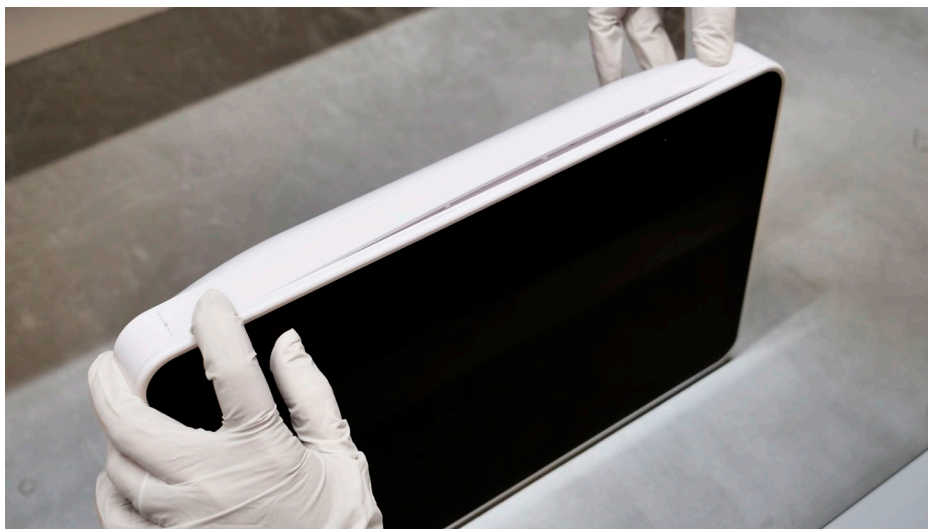

Figura 33 Colocación de las placas de identificación
f) Fije las placas de identificación en su posición (véase la Figura 33)
Fije primero los dos extremos de la placa de identificación (véase la Figura 33). A continuación, fije el resto de la placa de identificación orientada hacia el centro. El logotipo de Ambu que se muestra en la placa de identificación se debe poder leer desde la parte delantera de la unidad de visualización. Si las placas de identificación están dañadas, utilice las placas nuevas suministradas con el kit de piezas de repuesto.